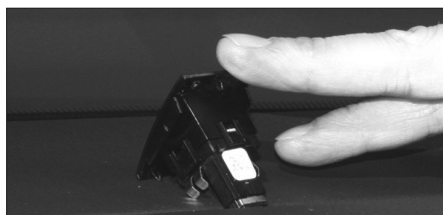

Fig. 33
- Extraire avec soin le capteur de luminosité implanté à la base du pare-brise puis débrancher son connecteur (Fig.33).